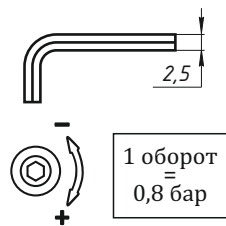

Рис.4. Задание уставки
- Для задания уставки регулирования понадобится имбусовый шестигранный ключ 2,5 мм. Установите его в шестигранное отверстие регуляторовочного винта (рис. 4) и вращайте по часовой стрелке для увеличения уставки, против часовой - для уменьшения уставки. 1 оборот соответствует изменению уставки на 0,8 бар. Заводское значение уставки равно 20 барам. Для задания уставки используйте манометр, установив его на том же трубопроводе, что и регулятор.